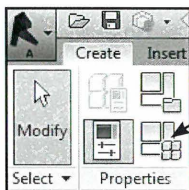

Fig. 06.33.
- Klik *Family Type* (Fig. 06.33), for at ændre på parameteren.